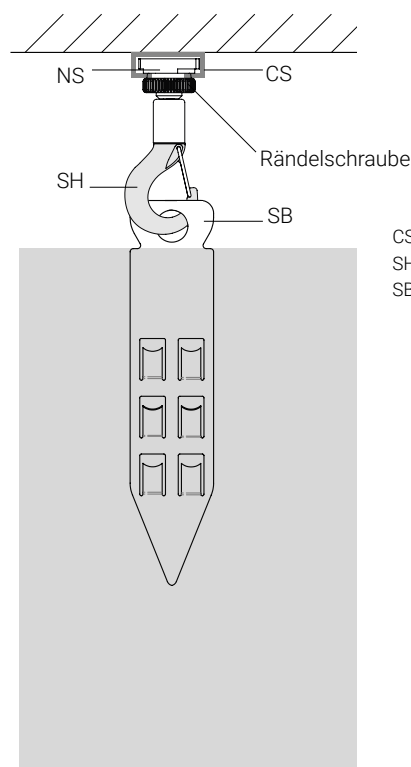

Abb. 2
Die C-Schienen (CS) im entsprechenden Abstand (Abb. 3) an der Decke montieren. Die Schraubhaken (SH) mit den Nutensteinen längs in die Nut der C-Schiene einsetzen, etwas drehen und mit der Rändelschraube fixieren. Nun das Akustikpaneel einhängen (Abb. 2)